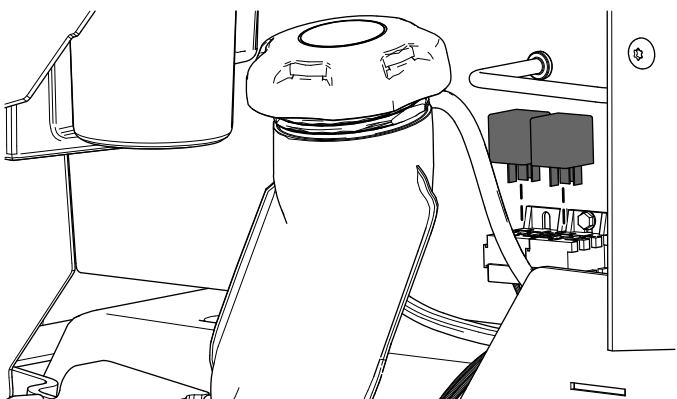

Figura 15
5. Montaggio dei 2 relè (Figura 15).